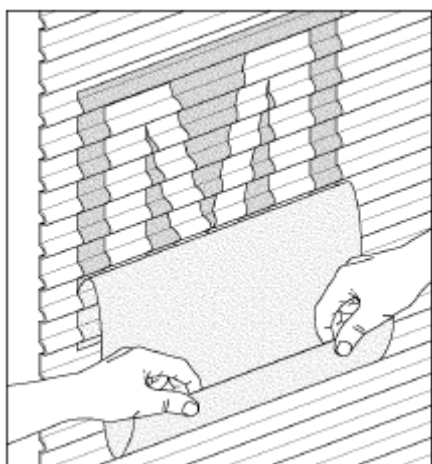

Рис. 18. Удаление аппликационной бумаги
1. Удалить аппликационную бумагу под углом 180°. См. Рис. 18.